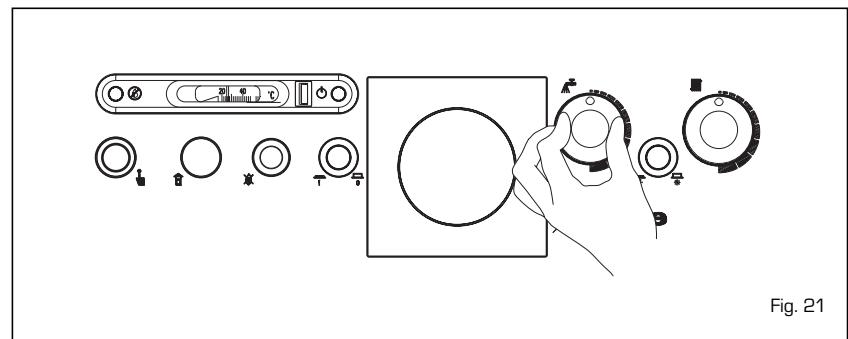

Fig. 21
REGOLAZIONE TEMPERATURA (fig. 20 - fig. 21)
- La regolazione della temperatura acqua sanitaria si effettua agendo sulla manopola del termostato (fig. 21).